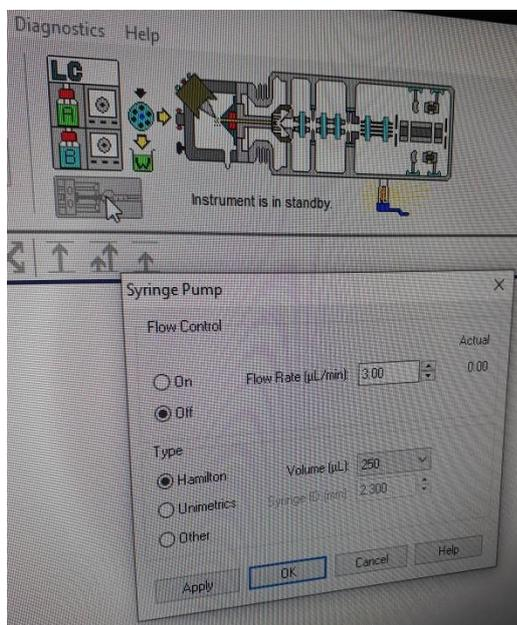

Figure 8. Finestra Syringe Pump Figure
■ Cliccare sull'immagine “Syringe Pump”  (Fig.8)